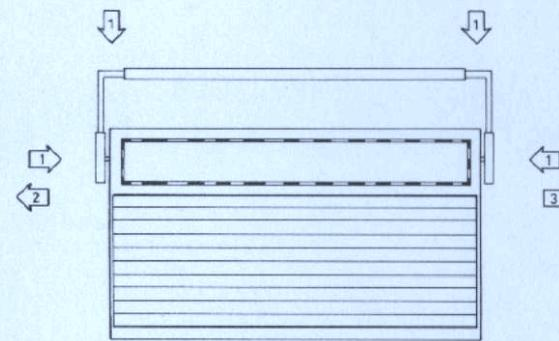

FIG:1
- 1 - enlever la poignée en se référant à la figure 1 ;